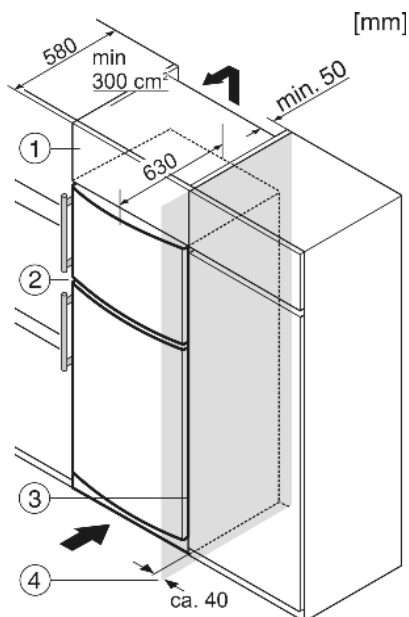

Fig. 6
- (1) Mobile da appoggio (3) Mobile da cucina
(2) Apparecchio (4) Parete
L'apparecchio può essere incassato nell'arredamento per la cucina. Per adattare l'apparecchio Fig. 6 (2) all'altezza della cucina componibile, è possibile applicare sopra l'apparecchio un adeguato mobile da appoggio Fig. 6 (1).
Nell'incasso con mobili da cucina (profondità max. 580 mm) l'apparecchio può essere installato direttamente accanto al mobile da cucina Fig. 6 (3). La porta dell'apparecchio sporge di lato 34 mm e al centro dell'apparecchio 50 mm rispetto alla parte anteriore del mobile da cucina. Questo consente una perfetta apertura e chiusura.
Se l'apparecchio con cerniere viene installato accanto ad una parete Fig. 6 (4), la distanza minima fra l'apparecchio e la parete deve essere almeno di 40 mm, che corrisponde alla sporgenza della maniglia con la porta aperta.